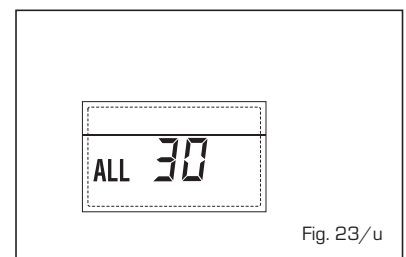

Fig. 23/u
- ANOMALÍA SONDA IMPULSIÓN CASCADA "ALL 31" (fig. 23/v)